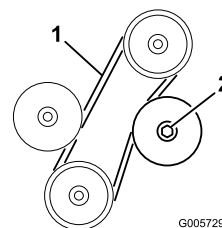

Figura 67
3. Uma tensão adequada deverá permitir um desvio de 6 mm quando for aplicada uma força de 22 N numa zona intermédia da correia, entre as duas polias (Figura 67). Se o desvio for incorrecto avance para o passo 4. Se estiver correcto, avance para o passo 5.
4. Desaperte a porca de bloqueio que prende a polia intermédia ajustável (Figura 67). Pressione a polia intermédia contra a correia até atingir o desvio desejado e aperte novamente a porca de bloqueio (Figura 67).
2. Desaperte a porca de bloqueio que fixa a polia intermédia, retire a polia da correia e, em seguida, retire a correia das outras polias (Figura 67).
polia intermédia fixa. Aperte a porca de bloqueio da polia intermédia para fixar o ajuste (Figura 67).